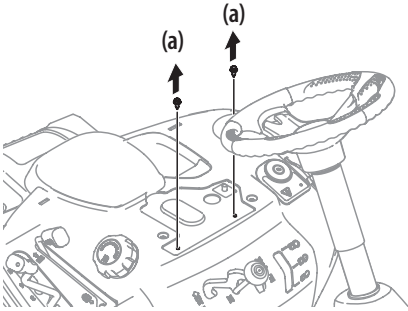

Figura 7
2. Extraiga los dos tornillos autoroscantes (a) instalados en fábrica en el tractor cortacésped. Consulte la Figura 7.